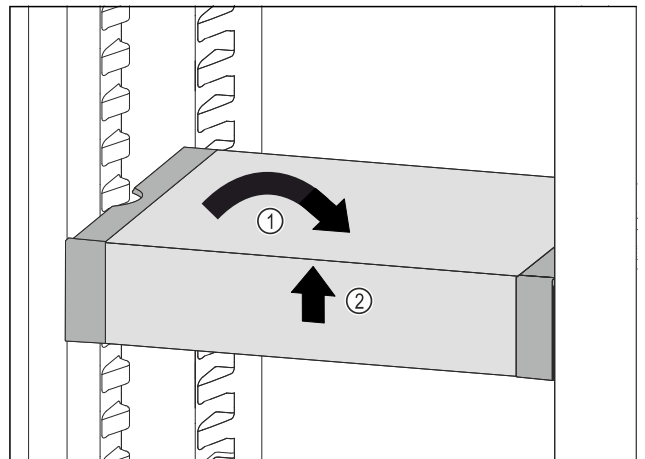

Fig. 99
- ▶ Изправете VarioSafe. Fig. 99 (1)
- ▶ Повдигнете VarioSafe отпред. Fig. 99 (2)